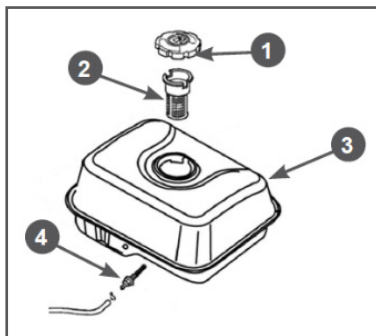
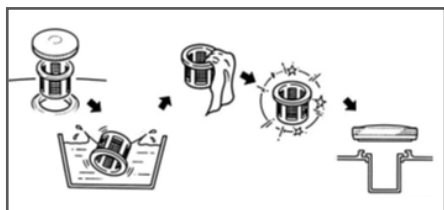

Рис. 24 Обслуживание топливных фильтров
Рис. 25 Обслуживание фильтра топливного бака
В топливном баке установлены два сетчатых топливных фильтра. Один фильтр устанавливается в заливной горловине топливного бака. Второй фильтр конструктивно объединен со штуцером топливного бака и установлен внутри бака (Рис. 24).
Топливный фильтр 2 (Рис. 24), установленный в горловине бака, проверяйте при каждой заправке бака топливом. При необходимости вынимайте сетчатый фильтр из бака и производите его очистку (Рис. 25). Регулярно проверяйте целостность сетчатого фильтра, при обнаружении механических повреждений замените сетчатый фильтр.
Через каждые 300 часов работы необходимо производить очистку топливного бака от грязи и конденсата. Одновременно с очисткой топливного бака необходимо проверять и очищать фильтр 4, установленный внутри бака (Рис. 24). Поврежденный или сильно загрязненный фильтр необходимо заменить.
3. Выкрутите из топливного бака выходной штуцер 4 и произведите его очистку (Рис. 24). Внимательно осмотрите сетчатый фильтр. При обнаружении механических повреждений замените штуцер топливного бака.